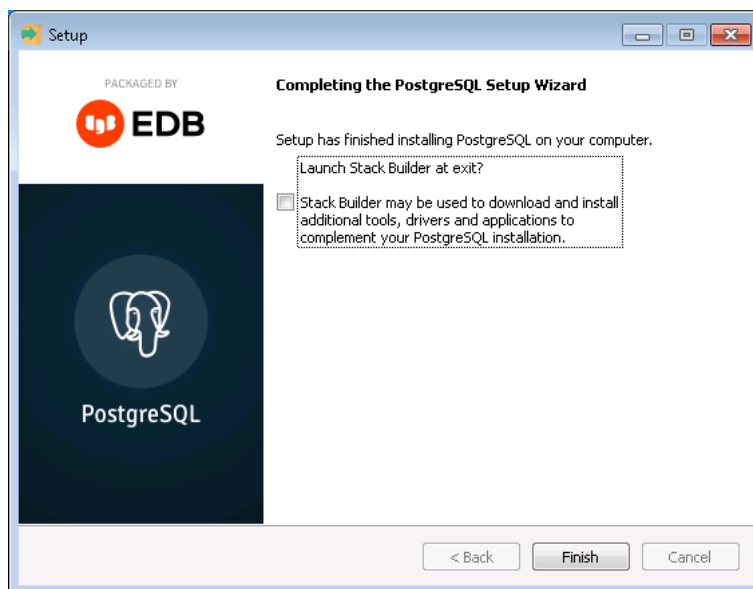

Рисунок 6.10 — Завершение установки СУБД PostgreSQL
9. В открывшемся окне уберите флажок *Launch StackBuilder at exit?* и нажмите кнопку *Finish* (см. рисунок 6.10). Установка завершена.